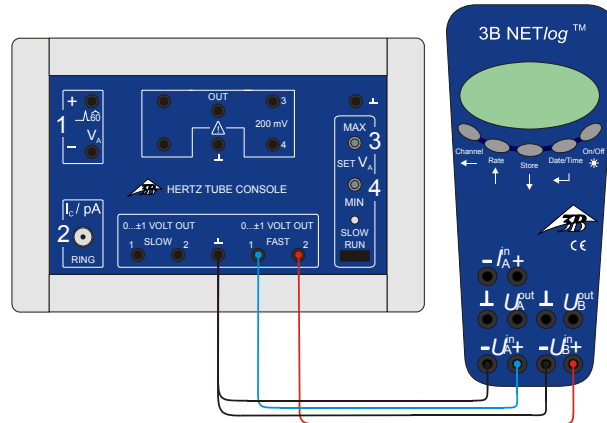

Fig. 2 Raccordement de l'interface 3B NET/log™ à l'unité de commande pour tubes à potentiels critiques
- Raccordez la sortie Fast 1 de l'unité de commande à l'entrée A et la sortie Fast 2 à l'entrée B de l'interface 3B NET/og™. (voir Fig. 2)